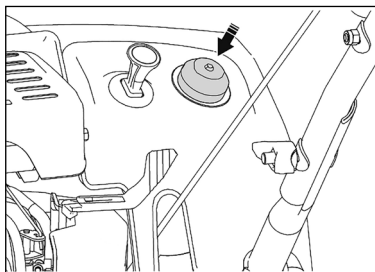

Рис. 11
5. Нажмите 3 раза на кнопку праймера (рис. 11).
12. При низкой температуре окружающего воздуха (ниже -10°C) перед каждой попыткой запуска может понадобиться 1-2 дополнительных нажатия на кнопку насоса подкачки топлива (праймер, рис. 11). Не следует слишком активно использовать праймер во избежание залива свечи зажигания топливом.